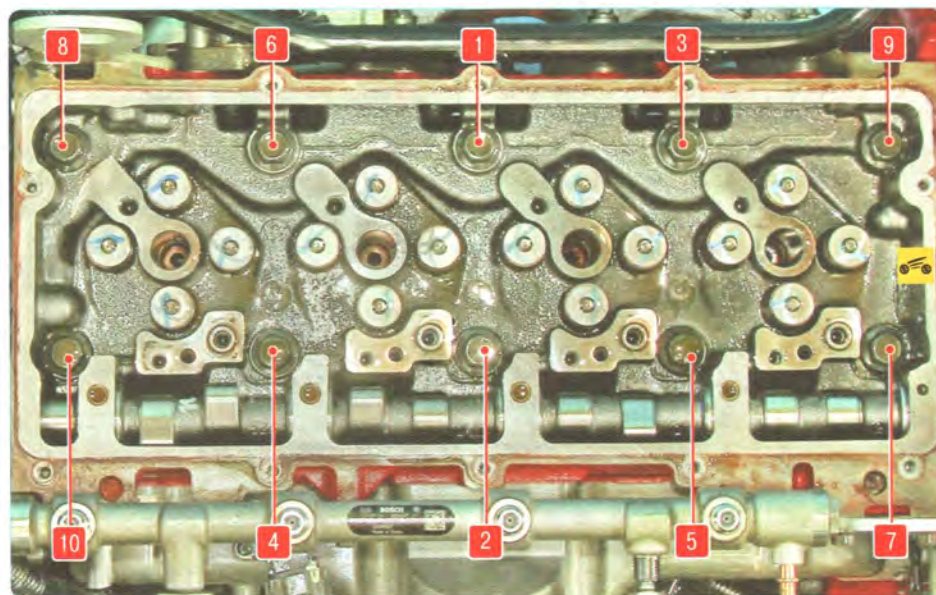

Рис. 5.9. Последовательность затяжки болтов крепления головки блока цилиндров
- затяните болты на холодном двигателе в порядке, указанном на рис. 5.9, в три этапа: